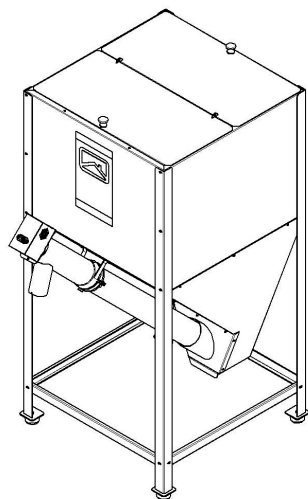

Рисунок 3 - Бункер напольный
- Бункер напольный (рис. 3), располагаемый рядом с котлом